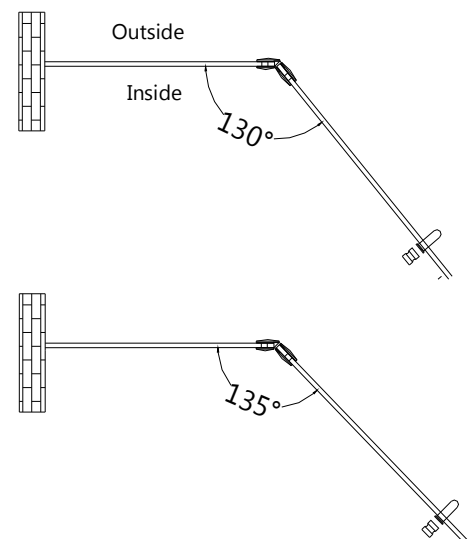

Figure 3
3. Utilisez la clé Allen fournie pour desserrer les vis de réglage sur la plaque de la charnière, ajustez la porte à l'angle souhaité, puis resserrez les vis de réglage. **Fig. 3**